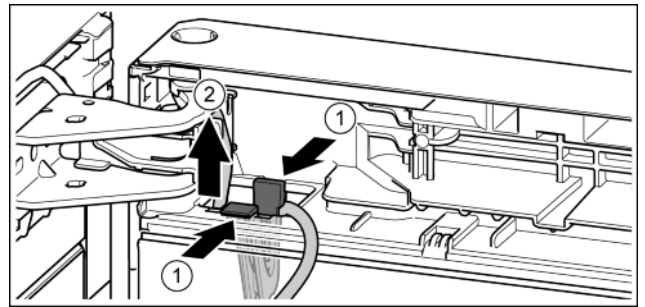

Fig. 20
- ▶ Lasche drücken. Fig. 20 (1)
- ▶ Kabelhalter mit daran befestigtem Kabel herausziehen. Fig. 20 (2)